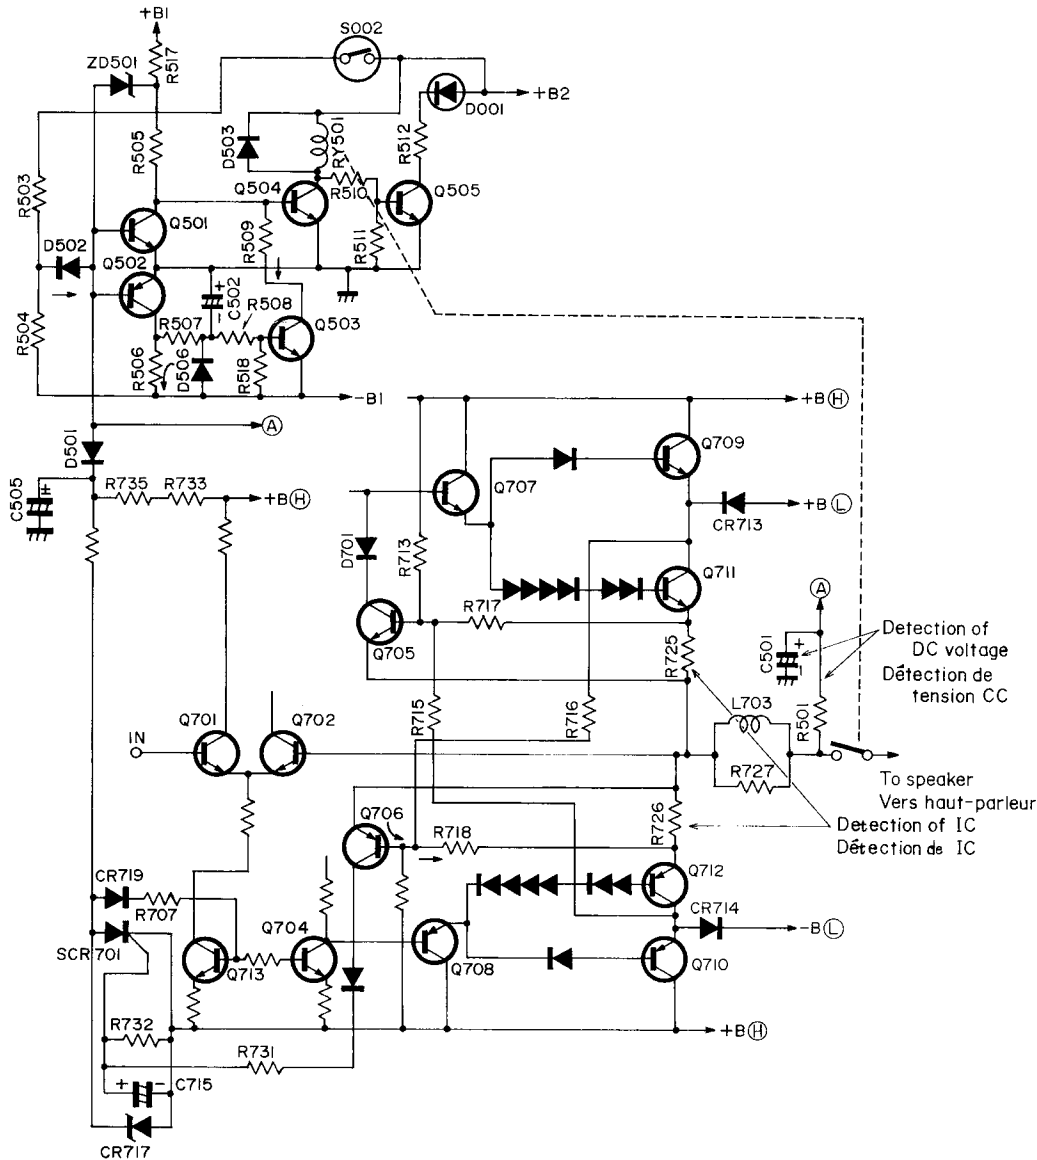

Fig. 6
In Fig. 6, when the power switch is turned on, C502 is charged slowly through R507 and R506.
When this voltage exceeds 0.6V, Q705 turns on, and the current flowing to Q709 and Q711 is limited. (Fig. 6)
At the same time, the protection lamp lights up. When the heat-sink gets cool, the thermal switch turns ON to operate as in (1) and speaker relay turns ON. (Fig. 6)
(4) DC voltage detection circuit (speaker protection)
When the DC voltage may appear at the speaker terminals during a malfunction, it may make speaker in trouble. To prevent this, the DC components in the output terminals are detected by the filter circuit of Q501 and C501; when it is (+) voltage, Q501 is turned on, Q504 is turned off, and the speaker circuit is cut off by the relay; when it is (-) voltage, Q504 turns off by turning Q502, Q503 on and the relay is also operated. Incidentally, this protection circuit is reset automatically when the DC voltage disappears. When the input terminals are touched by something or when some ultra low-frequency noise enters, speaker inputs are cut off temporarily but they reset automatically. (Fig. 6)
Sur la Fig. 6, C502 est lentement chargée par R507 et R506 quand la tension est appliquée à l'appareil. Ceci a pour effet de produire une tension entre B - E de Q503 et mettre Q503 en fonction quand Q504 est mis hors fonction. Quand C502 est entièrement chargée, Q503 est mis à l'arrêt et Q504 mis en fonction dans le circuit de haut-parleur par le relais.
fonction et le thyristor SCR701 devient conducteur. Cette opération permet de mettre Q701 et Q702 hors fonction tandis que le circuit d'amplificateur principal n'est pas mis en fonction. Pour la protection de Q709 et Q711, I_c est détectée par R725 et V_{CE} est divisée par R717 et R715: les deux tensions sont appliquées entre B - E de Q705. Quand la tension excède 0,6V, Q705 est mis en fonction et le courant qui passe par Q709 et Q711 est limité. (Fig. 6)
Q502 est mis en fonction quand D502 et D503 sont en fonction, Q504 s'arrête et le relais est mis au repos. Au même instant, le témoin de protection s'allume. Quand la plaque de refroidissement a refroidi, le contacteur thermique se met en fonction pour actionner les mêmes éléments qu'en (1) ce qui actionne également le relais de haut-parleurs. (Fig. 6)
(4) Circuit de détection de tension à courant continu (protection de haut-parleur)
Quand une tension à courant continu apparaît aux bornes de haut-parleur quand le fonctionnement est anormal, les haut-parleurs risquent d'être endommagés. Pour éviter que cela se produise, les composants à courant continu des bornes de sortie sont détectés par le circuit de filtrage de R501 et C501; quand la tension est positive, Q501 est mis en fonction, Q504 est mis hors fonction et le circuit de haut-parleur est mis hors fonction par l'intermédiaire du relais. Quand la tension est négative, Q504 est mis hors fonction en mettant Q502 et Q503 en fonction tandis que le relais est commandé. Par conséquent, ce circuit de protection est automatiquement réenclenché quand la tension à courant continu disparaît. Quand des bornes d'entrée sont touchées par un objet ou que des bruits à très basses fréquences y sont présents, les entrées du haut-parleur sont provisoirement coupées mais sont automatiquement rétablies. (Fig. 6)